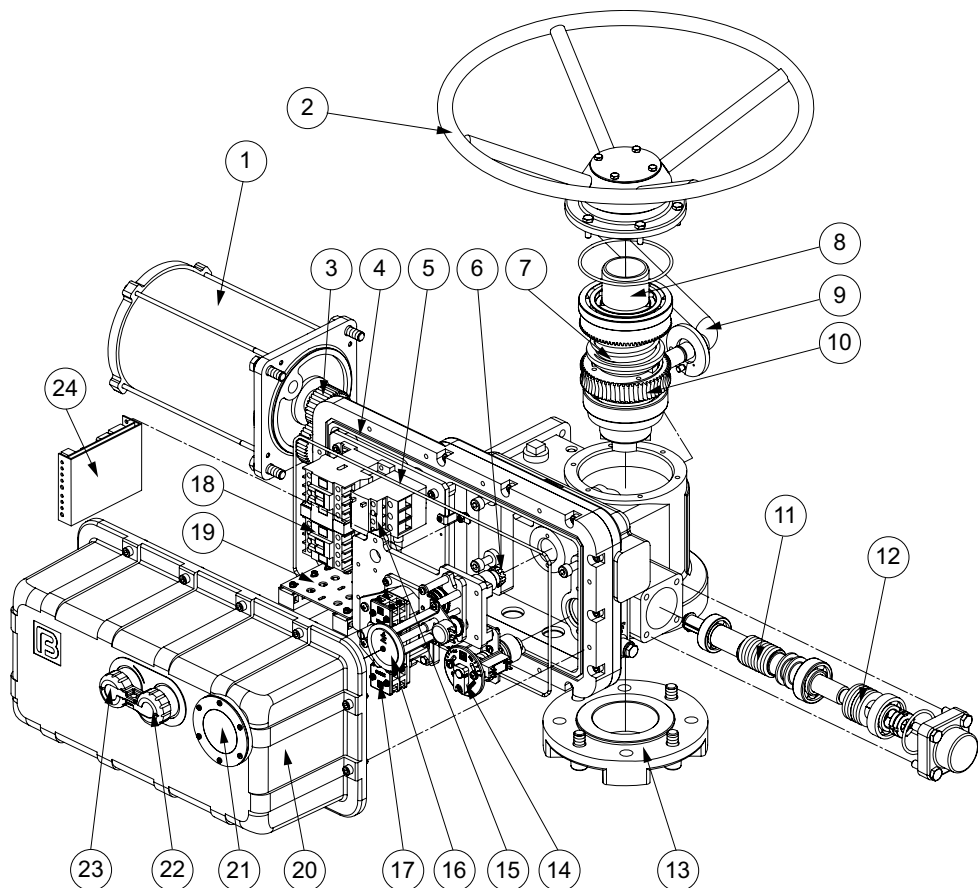
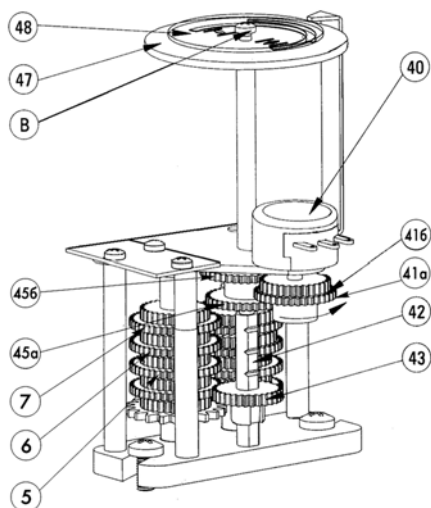

Рис. 1 Интегрированные электроприводы серии ГЗ-А, ГЗ-Б КСК
Рис. 4 Индикатор положения затвора арматуры
## 2.1 Электроприводы серии ГЗ-А и ГЗ-Б КСК (рис. 1)
**Двухсторонняя муфта ограничения крутящего момента** (6) (рис. 1) состоит из червячного вала, сбалансированного по осевым перемещениям тарельчатыми пружинами и ограничителя крутящего момента с пластиной С (рис 3).
Индикатор положения затвора арматуры (8) (рис. 1) состоит из набора установочных шестерен, потенциометра (40) (рис. 4), регулируемых дисков с указателем положения затвора (47, 48). На стержне (42) имеется 4 зубчатых зацепления, позволяющих фиксировать шестерню (43), для трехступенчатой индикации положения затвора арматуры.
Вращение от электродвигателя (10) (рис.1) через прямозубую цилиндрическую шестерню передаётся на червячный редуктор, который обеспечивает вращательное движение выходного вала и через кулачковую муфту преобразуется в поступательное движение штока затвора арматуры.
Индикатор положения затвора арматуры (8) (рис. 1) механически связан с валом ограничителя хода выходного вала. После надлежащей настройки указания индикатора соответствуют определенным положениям затвора арматуры независимо от режима работы электропривода – ручного или электрического.
При пуске электропривода вращение от электродвигателя (10) (рис. 1) передается выходному валу через прямозубую цилиндрическую шестерню, червячный вал и червячное колесо. Через переходный вал вращение также передается на ограничитель хода выходного вала (7) и индикатор положения затвора арматуры (8), что позволяет автоматически выключаться электродвигателю при достижении электроприводом заданных параметров.